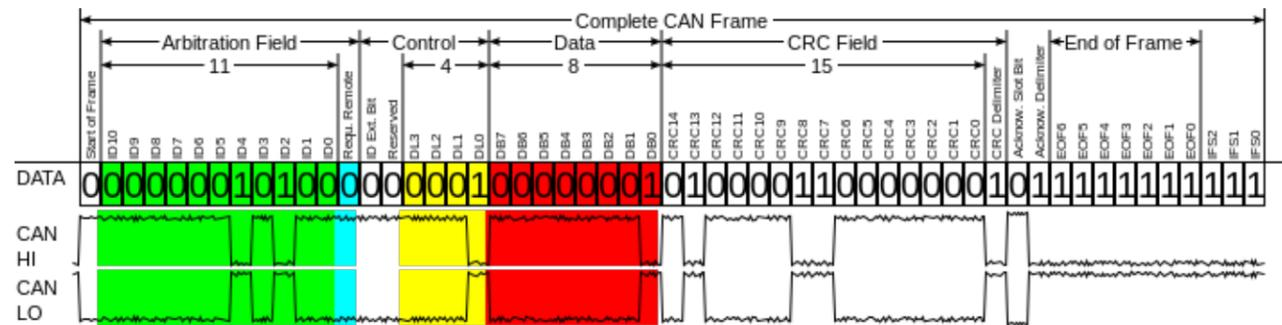

Abbildung 4, Quelle: Wikipedia
Die eigentliche Datenübertragung erfolgt in sogenannten Frames (Abbildung 4). Diese haben immer einen Start-Frame, das ist immer eine logische 0 (weißer Bereich vor dem grünen Bereich im Bild). Anschließend werden weitere Informationen übertragen. Auch gibt es noch weitere Unterteilungen innerhalb des Frames, die ich gar nicht tiefer erörtern möchte, da es den Rahmen sprengen würde. Wichtig ist nur zu erwähnen, dass im CAN-Bus kein Endgerät direkt adressiert wird, sondern der Inhalt einer Nachricht durch einen eindeutigen Identifier gekennzeichnet wird (grüner Bereich). Neben der Inhaltskennzeichnung legt der Identifier (ID) auch die Priorität der Nachricht fest. Mit einer speziellen Prüfung stellen alle Endgeräte anhand des Identifiers (ID) fest, ob die empfangenen Daten für sie relevant sind oder nicht. Durch die inhaltsbezogene Adressierung wird eine hohe Flexibilität erreicht. So lassen sich sehr einfach neue Geräte in einem bestehenden CAN-Bus hinzufügen. Alle Nachrichten werden von allen Teilnehmern innerhalb des Bus gehört (englisch: „broadcast“) und abhängig von der ID-Akzeptanzfilterung zur Verarbeitung weiter geleitet.